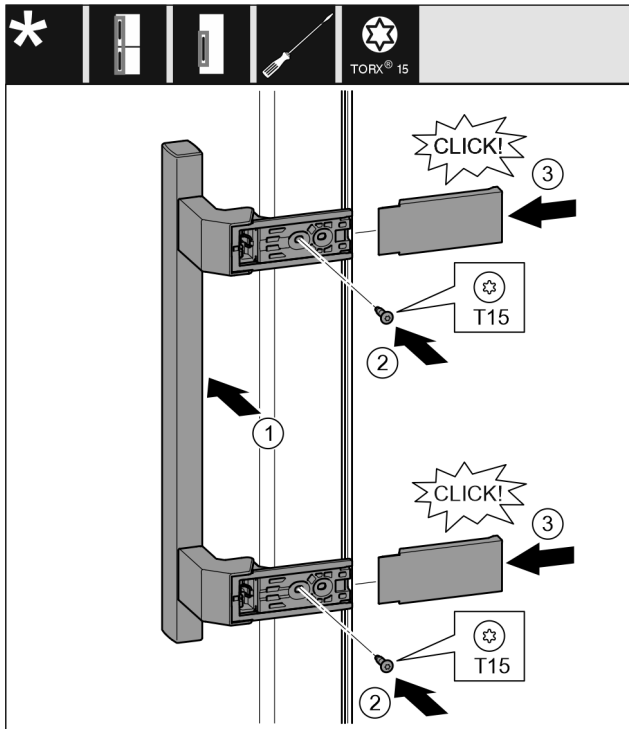

Fig. 18
- ▶ Griff auf der Gegenseite ansetzen. Fig. 18 (1)
- ▶ Schrauben mit Schraubendreher T15 festschrauben. Fig. 18 (2)
- ▶ Abdeckungen seitlich ansetzen und aufchieben. Fig. 18 (3)